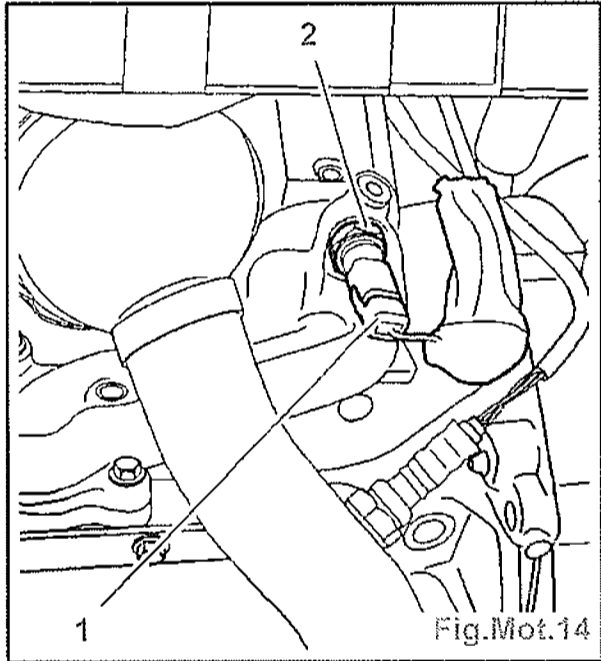

Fig.Mot.14
- Déconnecter le connecteur (1) (Fig.Mot.14).